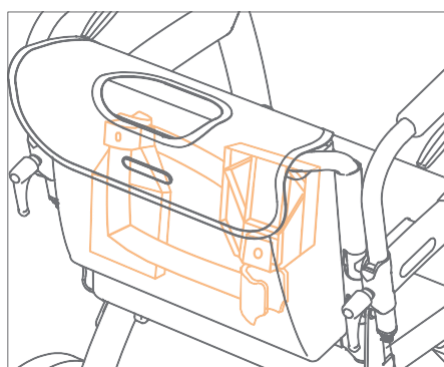

Figura 50: Almacenamiento reposapiés reflejados.
- Retire los reposapiés del chasis. Deslícelos hacia arriba hasta que se suelten de sus soportes. Colóquelos nuevamente dentro de la bolsa del paquete de la silla de ruedas Rollz, reflejándolos entre sí (**Figura 50**).